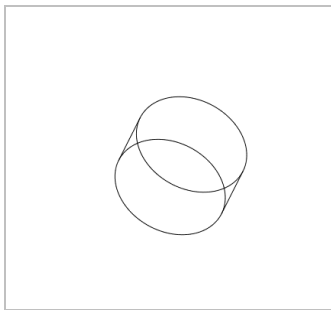

图 1-28 缩小视图
(4) 在合适点上，单击鼠标左键并向下拖曳，至合适位置后，释放鼠标，即可缩小视图，效果如图 1-28 所示。